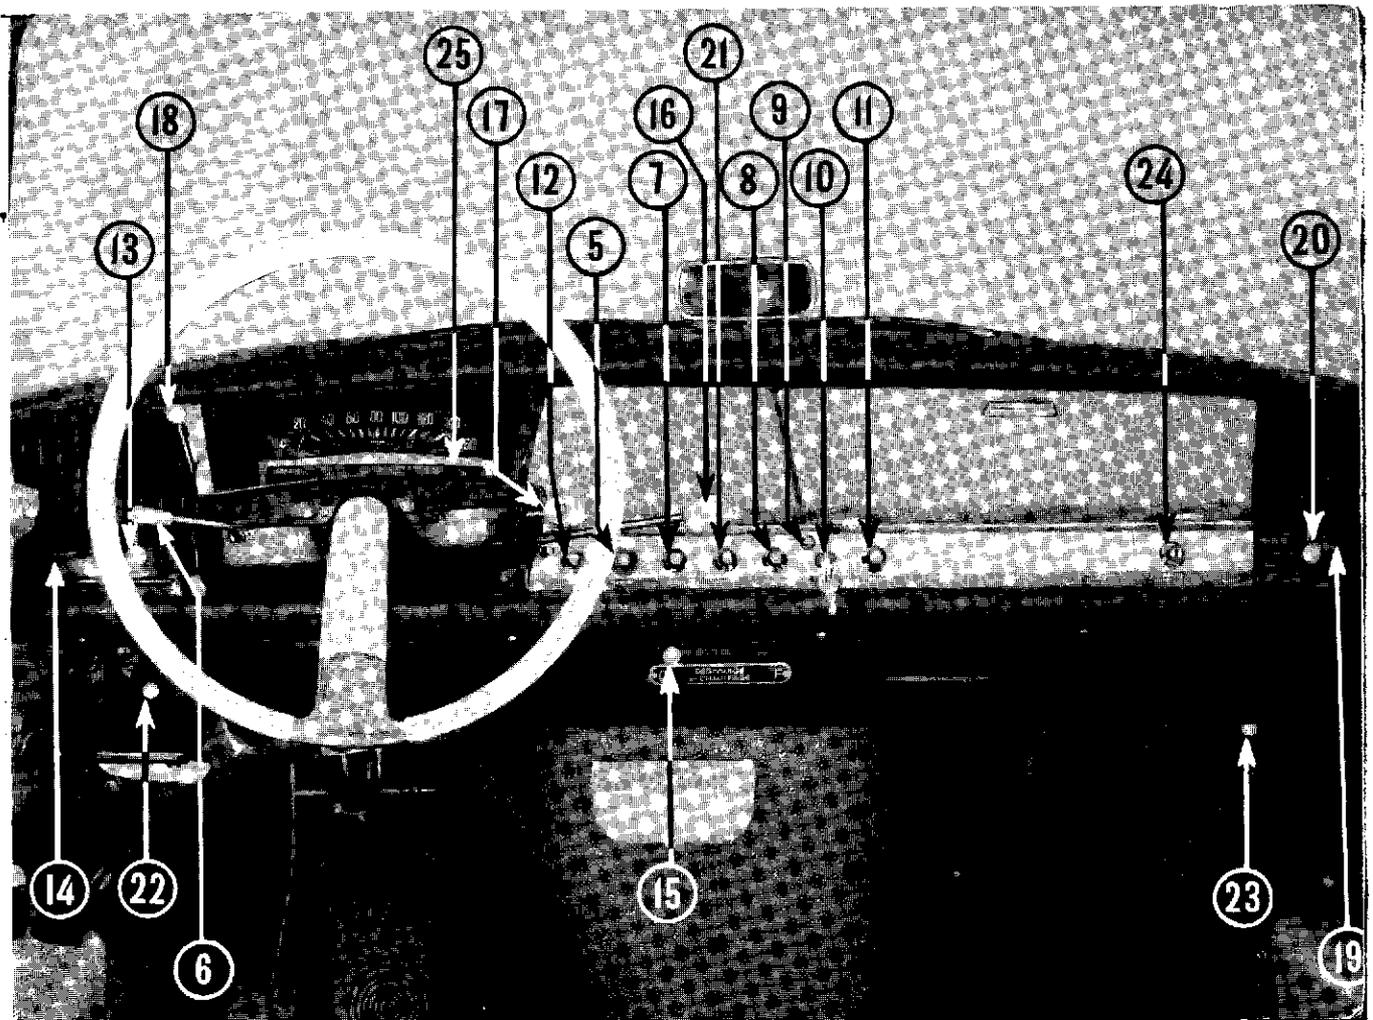

Figure 10 →
5. Témoin lumineux indicateur de charge (fig. 10) (1).
7. Rhéostat d'éclairage du tableau (fig. 10). Ne fonctionne que si la commande **17** est mise sur la position V ou R.
8. Commande d'essuie-glace électrique (fig. 10).
9. Bouton de commande du relais de démarreur (fig. 10).
10. Clef de contact (fig. 10).
11. Commande d'éclairage des plafonniers (fig. 10).
12. Commande de starter (fig. 10).
- 13 et 20. Commandes des volets latéraux d'aération (fig. 10).
- 14 et 19. Volets déflecteurs permettant d'orienter les filets d'air à la demande (fig. 10).
15. Commande du chauffage (fig. 10). Pour son utilisation, voir page 47.
21. Commande du lave-glace (sur type Confort seulement). Pour asperger le pare-brise, poussez sur le bouton (fig. 10). Voir également page 58.
- 22 et 23. Commandes d'aération (sur type Confort seulement (fig. 10). Pour utilisation, voir page 49.
24. Commande de feux de stationnement (fig. 10).
25. Montre (sur type Confort seulement). Bouton de remise à l'heure derrière le levier de commande des vitesses (fig. 10).
- Levez à fond vers le haut la commande de relevage **1** (fig. 10); la voiture se soulève d'elle-même doucement.